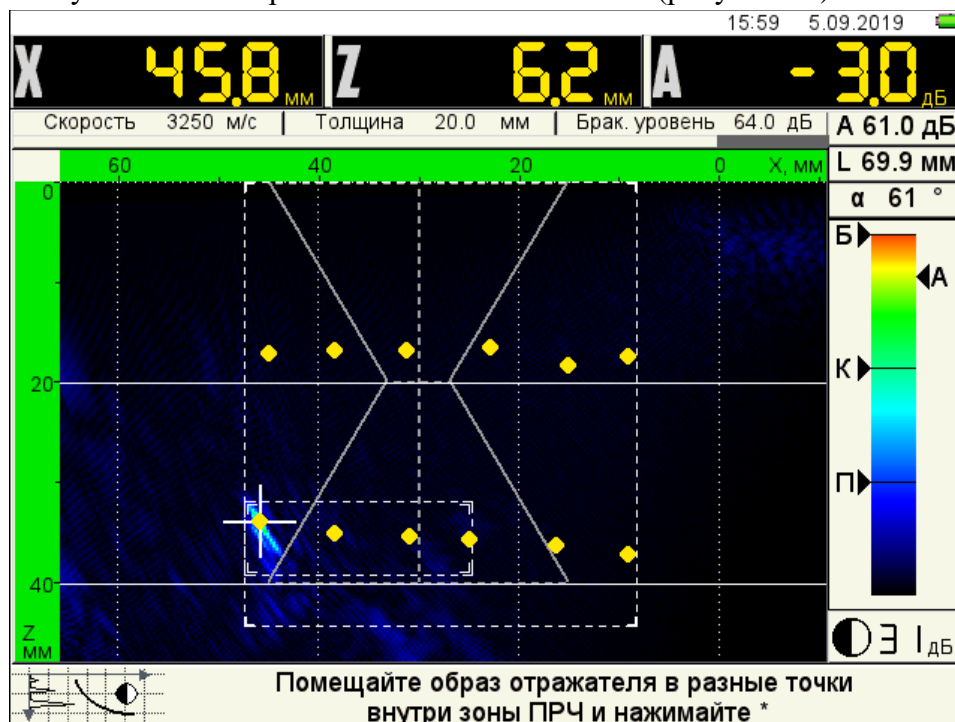

Рисунок 11
- поворачивая АР на месте, добиться максимума амплитуды образа отражателя и нажать клавишу  – на экране появится желтая точка (рисунок 11).